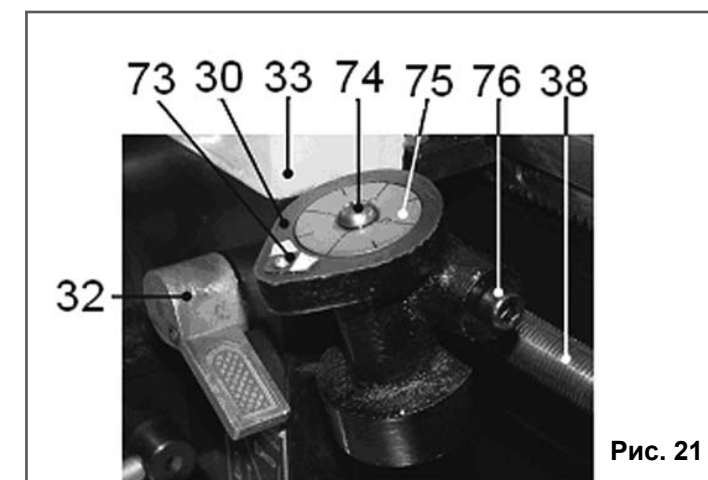

Рис. 21
Ручку (32) управления разъёмной гайкой ходового винта (38) при выполнении операции нарезания резьбы не переключать до конца изготовления резьбы, Рис. 21.
10.8. Индикатор нарезания резьбы (Рис. 21)
10.8.6. Маховиком (35) подачи поперечного суппорта (31), Рис. 2, установите глубину резания, не превышая 0,2 мм за один проход. Опустите вниз ручку (32) управления разъемной гайкой ходового винта (38) и начните нарезание резьбы, Рис.21.
10.8.7. По мере приближения резца (57) к концу резьбы, отведите резец (57), используя маховик (35) подачи поперечного суппорта (31), Рис. 15. Поднимите вверх ручку (32) управления разъемной гайкой ходового винта (38), Рис.21. Вращая маховик (36) ручной подачи каретки (33), Рис.15, отведите каретку (33) назад к началу нарезания резьбы. Наблюдайте за вращающимся диском (75) индикатора нарезания резьбы (30). По мере совмещения метки (73) на корпусе индикатора нарезания резьбы (30) и ранее выбранного Вами по таблице 5 числа индикаторного диска (75), резко опустите вниз ручку (32) управления разъемной гайкой ходового винта (38) и начните нарезание резьбы. Повторяйте цикл нарезания резьбы до окончательных размеров.